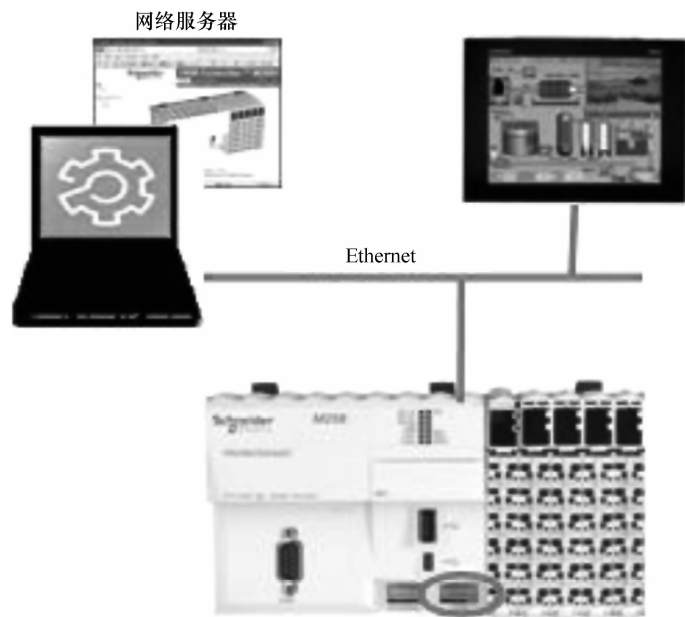

图 2-12 M258 逻辑控制器以太网的连接
5) 具有一个以太网口, 支持以太网通信, 如图 2-12 所示可以通过以太网编程调试, 也可以通过以太网连接人机界面和多个 M258 逻辑控制器的互连。